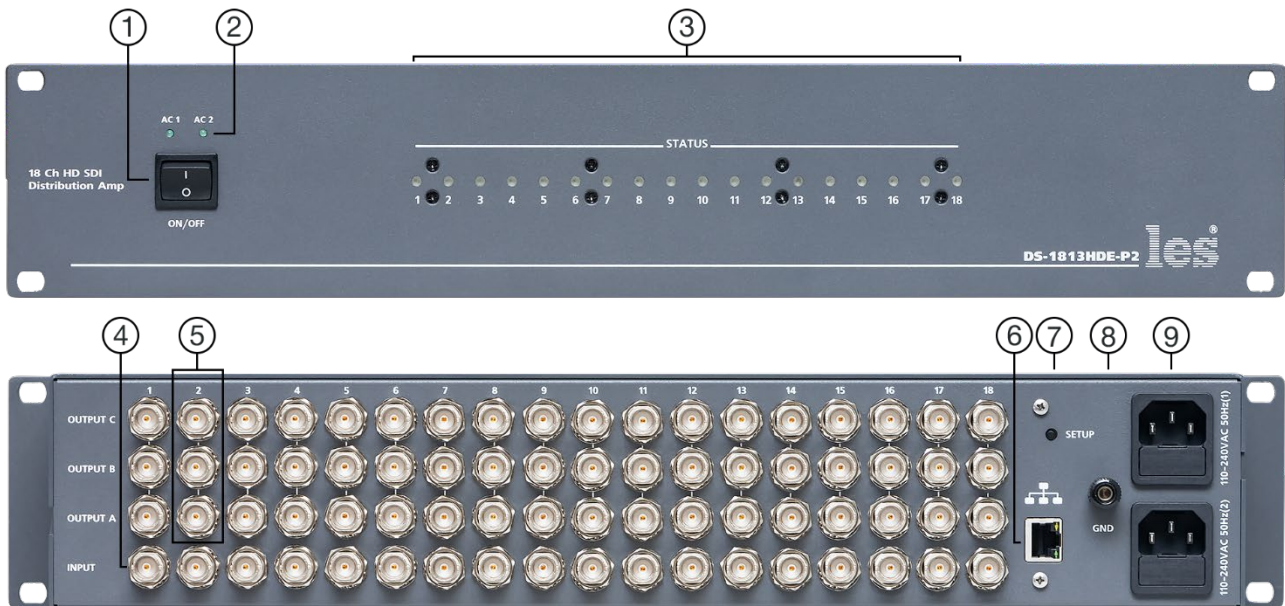

Рисунок 1
5. Подключите шнуры питания к разъёмам IEC C14 (рисунок 1, позиция 9). Обратите внимание на то, что третий провод сетевого шнура используется для заземления корпуса (защитное заземление), которое рекомендуется делать единым для всего комплекса аппаратуры.